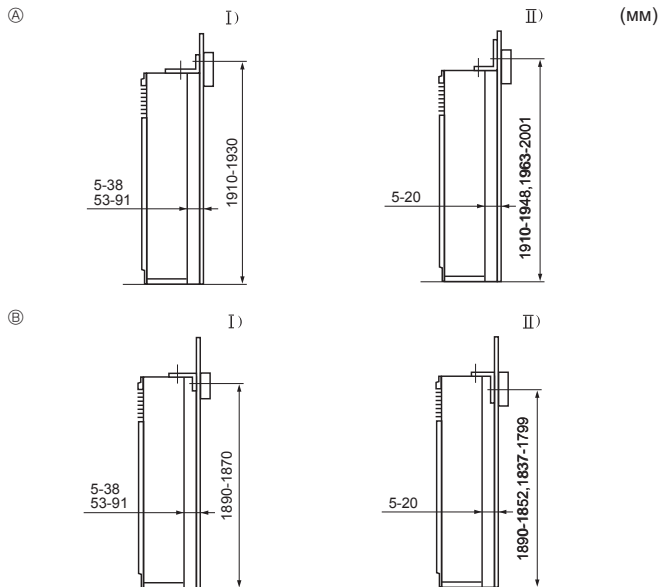

Fig. 3-3
- ① Скоба для стійкості
Скоба для стійкості ① установлюється на верхній поверхні блока. Зніміть самонарізні гвинти ②, потім знову установіть скобу, як показано на рисунку. Правильні відстані для установлення див на Fig. 3-3.
#### 3.3. Монтаж скоби для стійкості (Fig. 3-3)